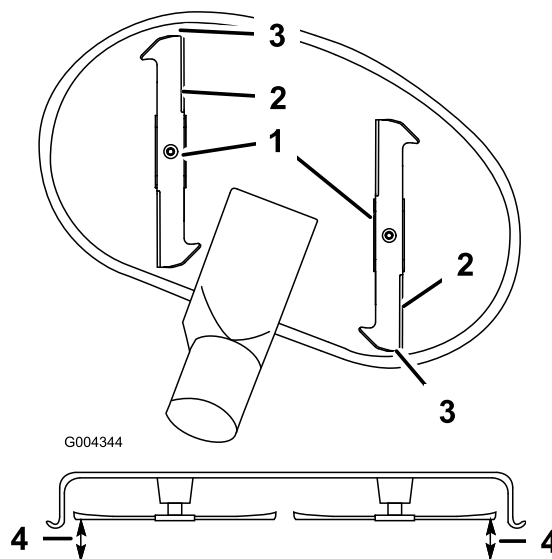

Figure 55
- Réglez la hauteur de coupe à la position **D** (76 mm) et tournez les lames avec précaution dans le sens longitudinal (Figure 55).
- Mesurez la distance entre la pointe de la lame avant et la pointe de la lame arrière par rapport à la surface plane (Figure 55). Si la pointe avant de la lame n'est pas de 1,6 à 7,9 mm plus basse que la pointe arrière, réglez les contre-écrous avant.